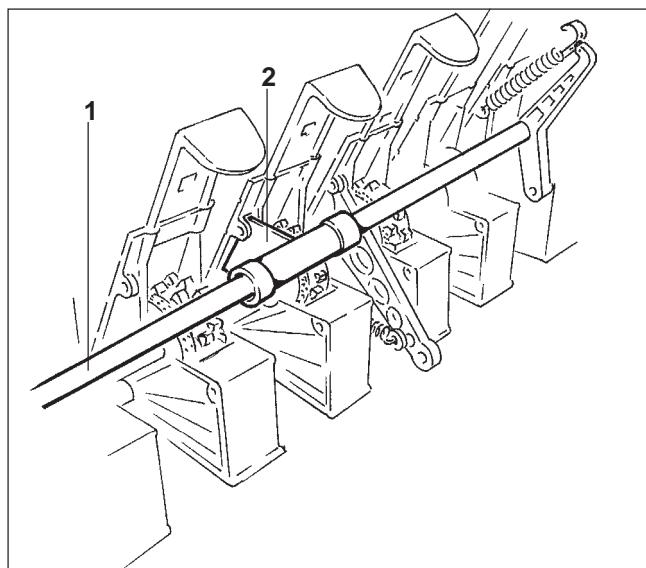

Рис. 7.26
- Промежуточный вал (Рис. 7.26/1) откиньте вверх. При этом крепление (Рис. 7.26/2), которое аксиально закрепляет промежуточный вал, задвиньте в паз высевной коробки.